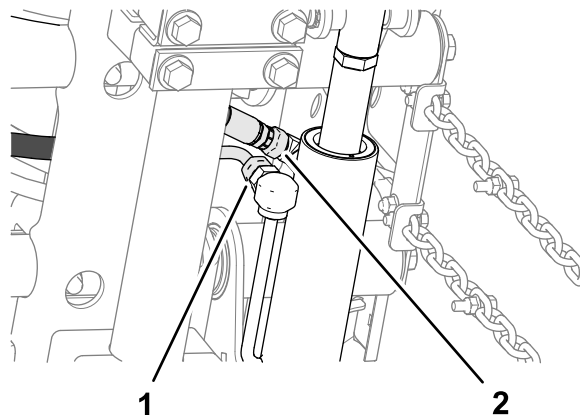

Figura 16
2. Alinee un espaciador entre la placa de tiro y la placa de montaje (**Figura 16**), y monte provisionalmente las placas y el espaciador con un perno de cuello cuadrado ($\frac{3}{8}$ " x $1\frac{1}{4}$ ") y una contratuerca con arandela prensada ($\frac{3}{8}$ ").